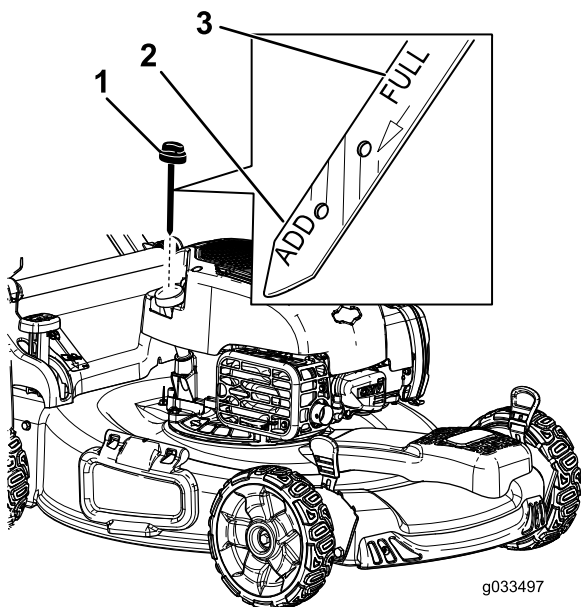

Рисунок 8
2. Извлеките масломерный щуп, повернув крышку против часовой стрелки и вытянув его (Рисунок 8).
- Определите уровень масла по отметкам на щупе (Рисунок 8).